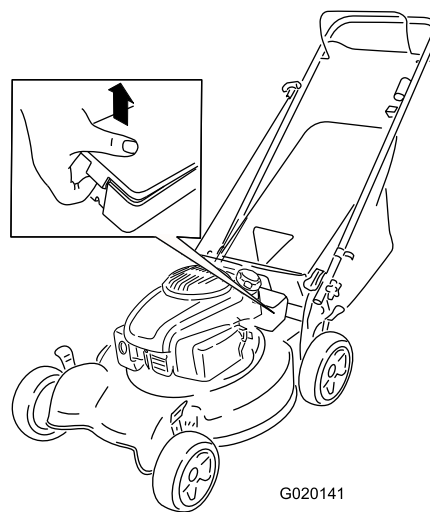

Figura 24
1. Sbloccate il coperchio della batteria da ambo i lati e toglietelo (Figura 24).